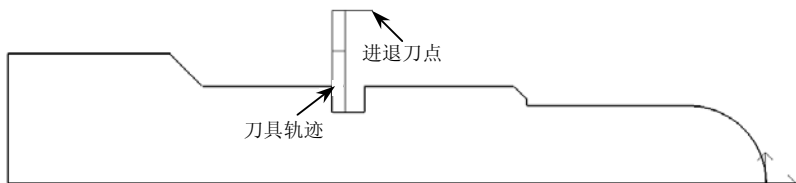

图 6-43 切槽加工轨迹
(3) 确定进退刀点 指定一点作为刀具加工前和加工后所在的位置，如图 6-43 所示。要保证选取的点在进退刀时不会与工件发生干涉。
(4) 生成刀具轨迹 当确定好进退刀点后，系统会自动生成红色的刀具轨迹，如图 6-43 所示。
(5) 轨迹仿真 轨迹仿真是对已有的加工轨迹进行加工过程模拟，以检查加工轨迹的正确性。选择下拉菜单“数控车”→“轨迹仿真”命令，或直接单击数控车工具栏中的“轨迹仿真”按钮 ，系统在“命令提示”栏中显示“拾取刀具轨迹”，然后单击立即菜单，在立即菜单选项中选择“动态”，并设定步长大于 0。单击已经生成的加工轨迹，轨迹变成红色表示被选中，然后单击右键结束选取，系统便弹出仿真控制条，按“开始”键开始仿真。仿真过程中可